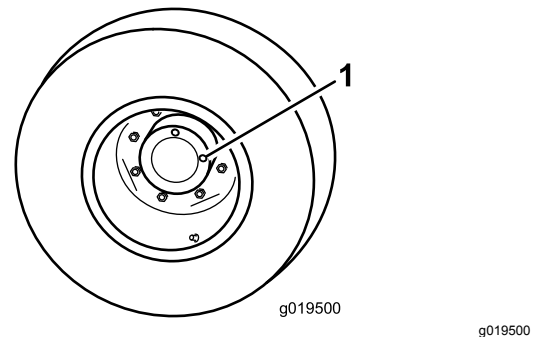

Figura 82
1. Con la máquina en una superficie nivelada, coloque la rueda con un tapón de verificación en la posición de las 12 y el otro en la posición de las 3 (Figura 82).
1. Tapón de verificación/drenaje (2)
2. Retire el tapón de la posición de las 3 (Figura 82).